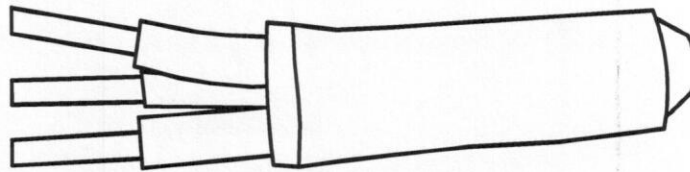

Рис. 12.
7.7. На выполненный узел с термоусаживаемым оконцевателем надеть перчатку-полумуфту и также усаживаем её с помощью нагревателя (рис. 12.).